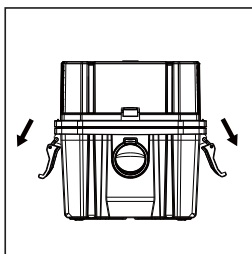

ABB. 6
- Entfernen Sie den Antriebskopf des Nass-/Trockensaugers, indem Sie die Deckelklammern, die sich auf den beiden Seiten des Saugers befinden, nach außen ziehen. Heben Sie den Antriebskopf ab. **(Abb. 6)**